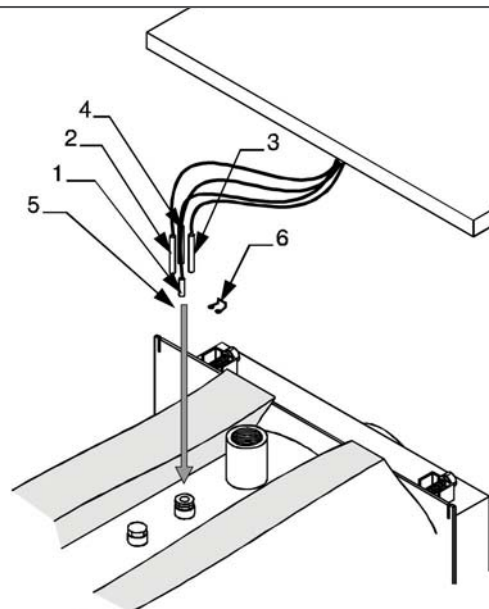

fig. 7
Ref. fig. 7 y 8
D) Introducir en la funda los bulbos de los instrumentos en la secuencia indicada en la fig. 7, pasando a tra-
D) Montar el panel trasero superior (pos. 7). Montar los prensacables (pos. 8) al panel trasero superior.
E) Levantar hacia adelante la tapa del panel de mandos después de haber aflojado los dos tornillos laterales con un destornillador y dirigir en los agujeros del basamento los cables eléctricos en entrada y los capilares de las sondas en salida. Fijar el cuadro eléctrico al panel superior (pos. 9). Apoyar el panel (pos. 9), completo del cuadro eléctrico, sobre los dos paneles laterales.
F) Introducir en la funda portabulbos los bulbos de los instrumentos (ver fig. 7) y efectuar la conexión eléctrica del panel a la línea de alimentación,
G) Introducir los bulbos de las sondas termostáticas en los respectivos asientos (ver fig. 7) y efectuar la conexión eléctrica del panel a la línea de alimentación, al quemador y a las eventuales bombas, etc. Volver a cerrar la tapa del cuadro eléctrico.
H) Montar los paneles longitudinales superiores (pos. 12 y 13).